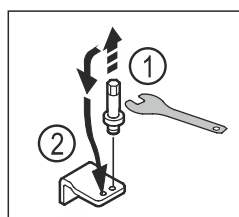

Fig. 14
- ▶ Skruva ur den undre lagerbockens bult med utvändigt sexkantsnyckel NV5. Fig. 14 (1)
- ▶ Sätt in bult på motsatta sidan. Fig. 14 (2)